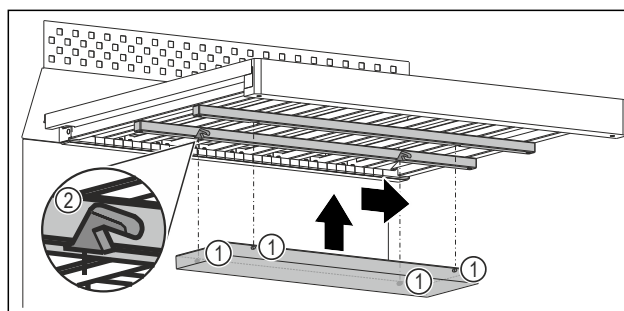

Fig. 110 Représentation à titre d'exemple
- ▶ Insérer chaque tenon Fig. 110 (1) dans l'évidement Fig. 110 (2) correspondant des baguettes situées sous la grille en bois.